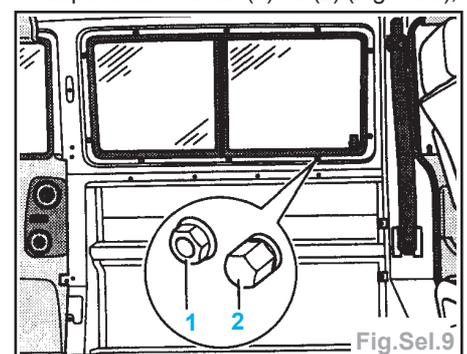

Fig.Sel.9
- déposer les écrous (1) ou (2) (Fig.Sel.9),